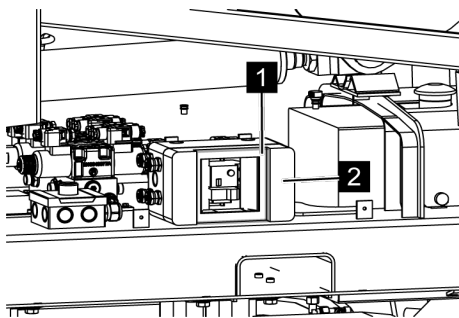

Fig. 121: Ouvrir le couvercle
3. ➤ Ouvrir le couvercle (Voir la Fig. 121/1) du boîtier (Voir la Fig. 121/2).
5. ➤ Fermer le couvercle (Voir la Fig. 121/1) du boîtier (Voir la Fig. 121/2).